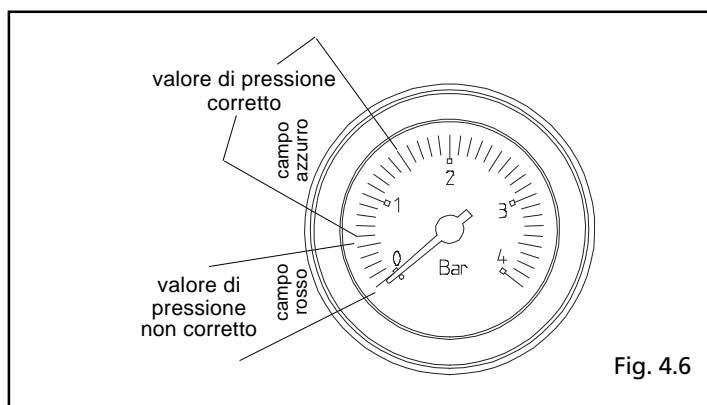

Fig. 4.6
- verificare la pressione del circuito idraulico sull'idrometro (fig. 4.6); se è inferiore